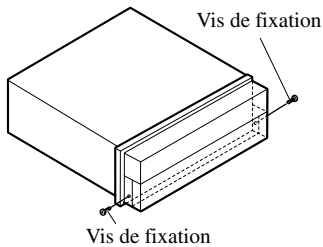

Fig. 18
- **Fixez le panneau avant à l'appareil en utilisant les vis de maintien après avoir déposé le panneau avant. (Fig. 18)**